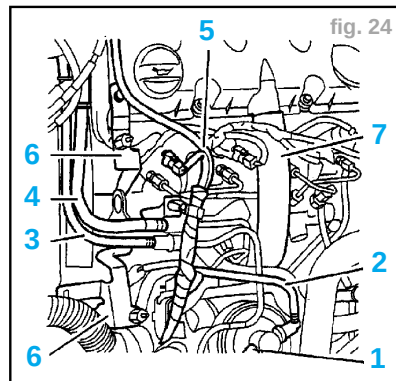

fig. 24
- Écarter le faisceau (5) (fig. 24).